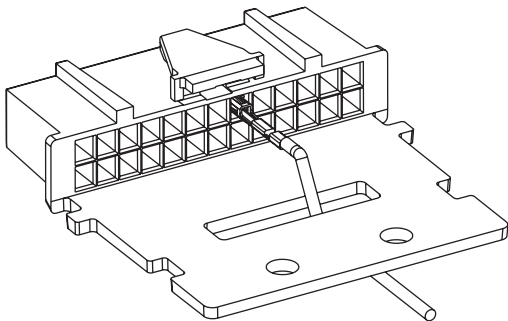

Figure 1a Elemento para aliviar tensiones del cable
6. Pase los cables a través del conector, tal como se indica en la *Figure 1a*, o en el caso de aplicaciones con varios accesorios conectados a la radio móvil, pase los cables como se indica en la *Figura 1b* y utilice el precinto para sujetar los cables al conector después de completar el paso 7.